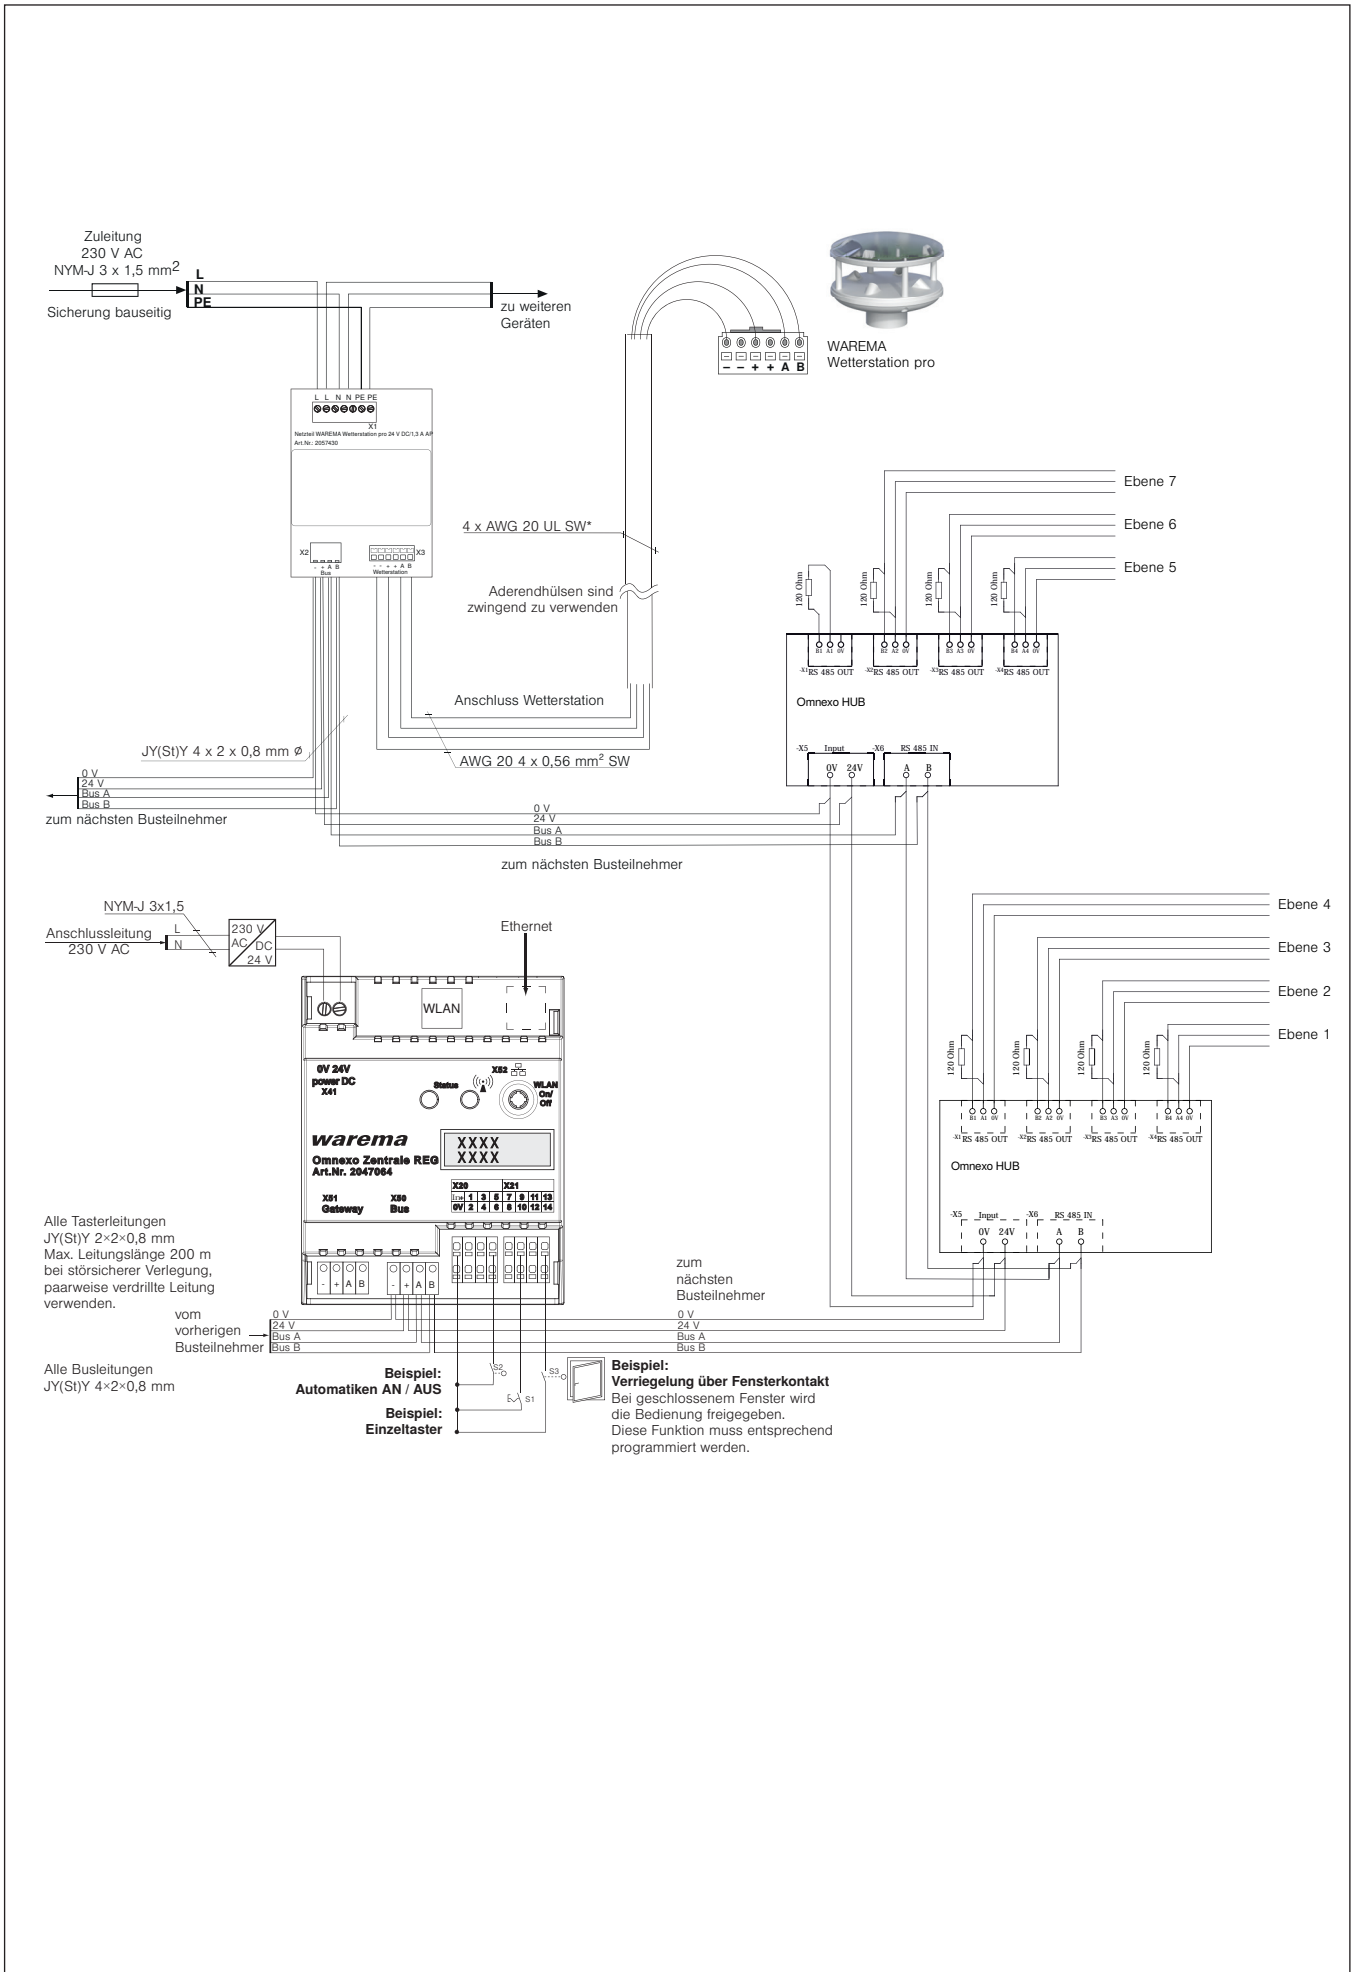
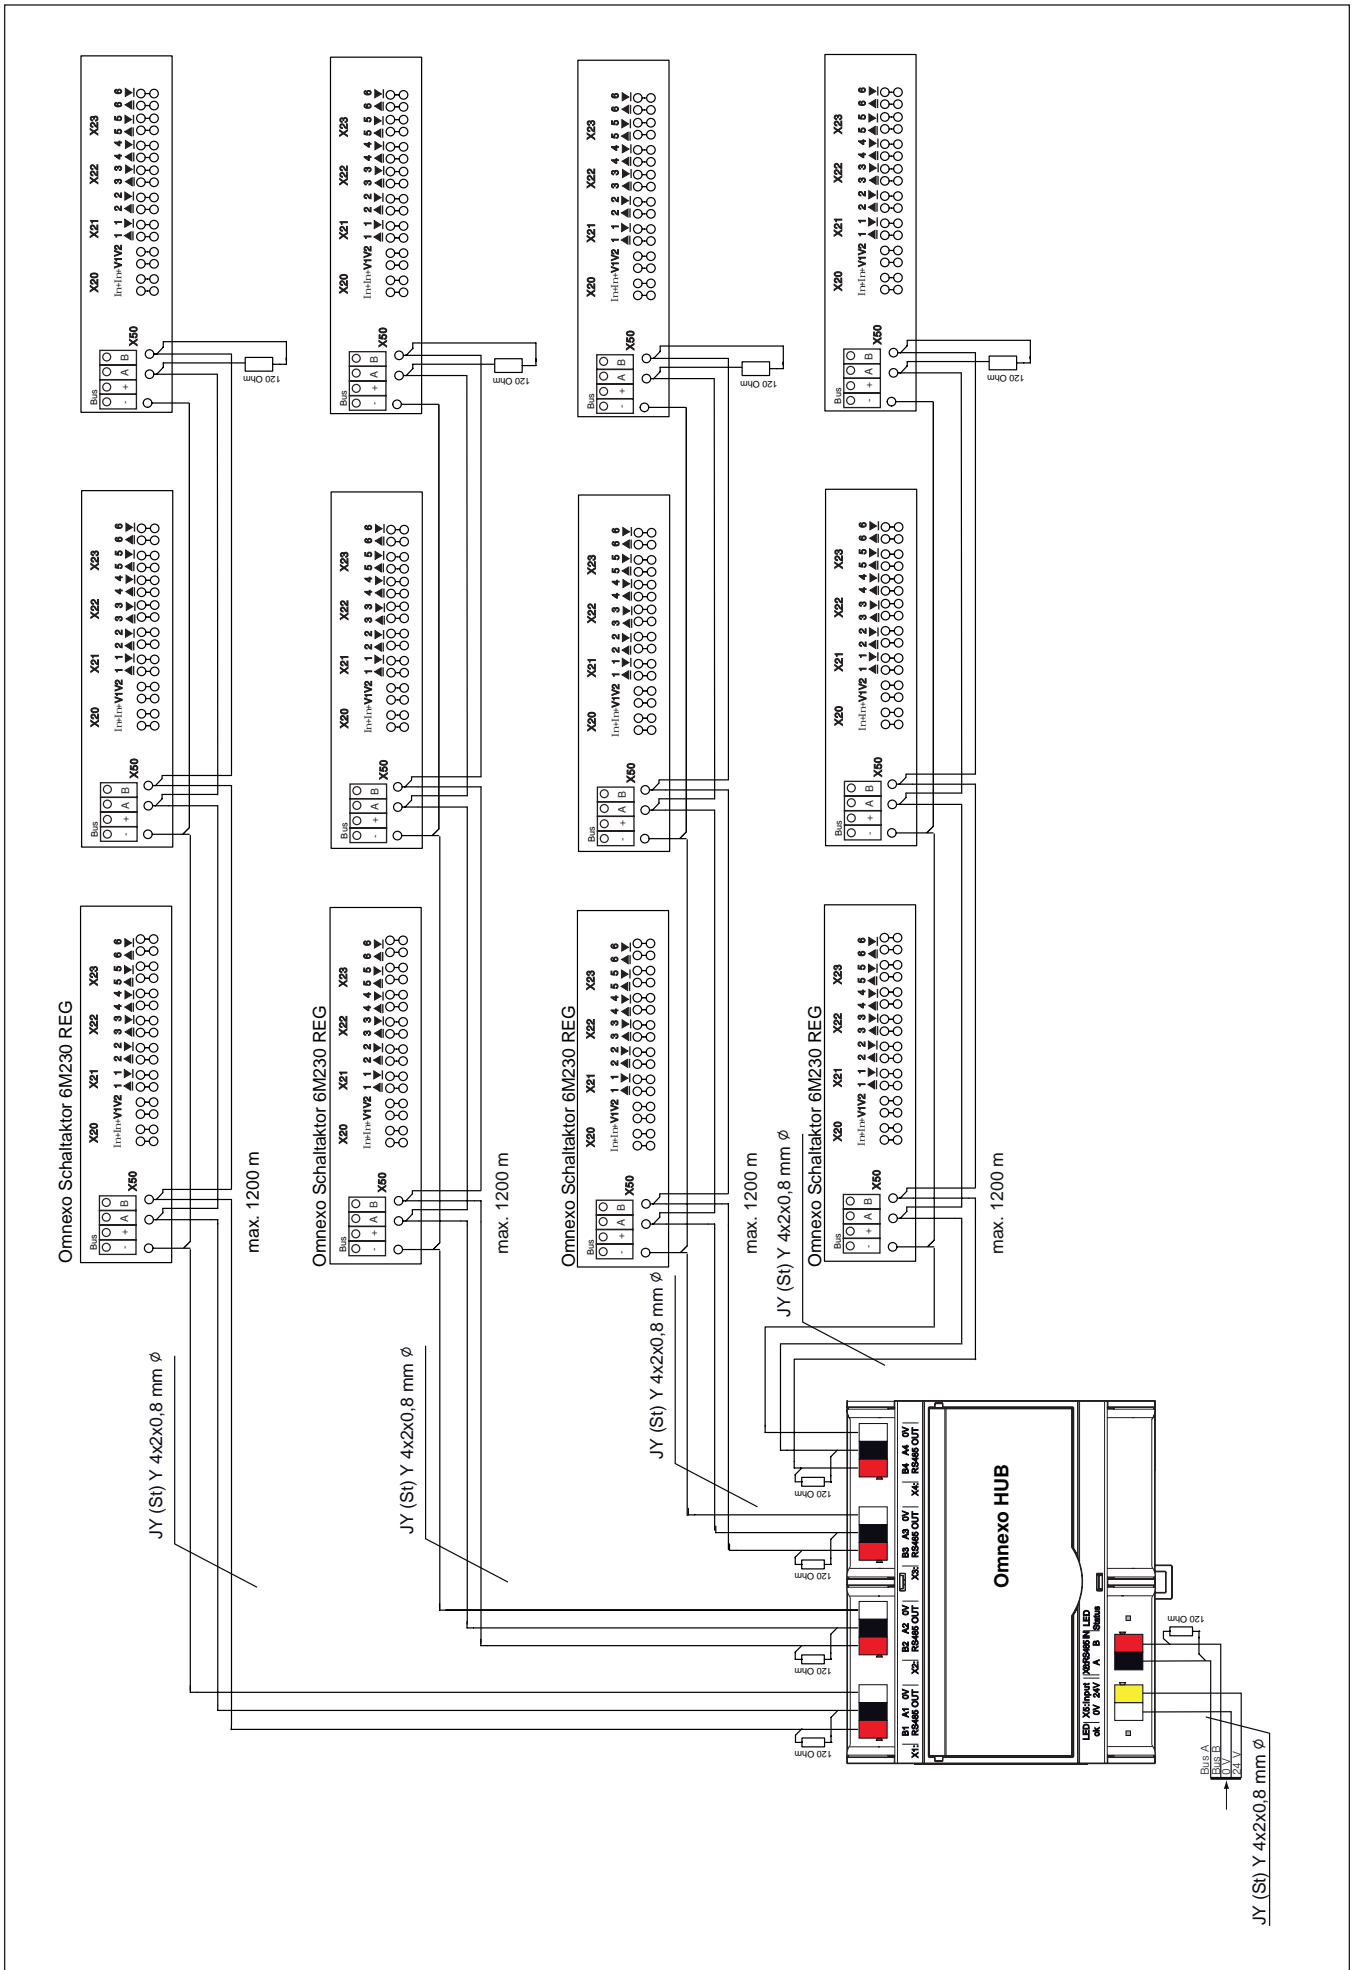

Abb. 2 Anschlussbeispiel Omnexo HUB 4 AP / REG für ein Omnexo System mit WAREMA Wetterstation pro und Omnexo Zentrale.
Abb. 3 Anschlussplan Omnexo HUB 4 AP / REG
- ▶ Für jede Busleitung, auch für jede Stichleitung, müssen Abschlusswiderstände jeweils am Anfang und am Ende der Busleitung vorgesehen werden (vgl. Abb. 2 und Abb. 3).
Der elektrische Anschluss erfolgt nach den Anschlussplänen Abb. 2 und Abb. 3.
- ▶ Stickleitungen können nur mit einem HUB realisiert werden (vgl. dazu Abb. 3)!